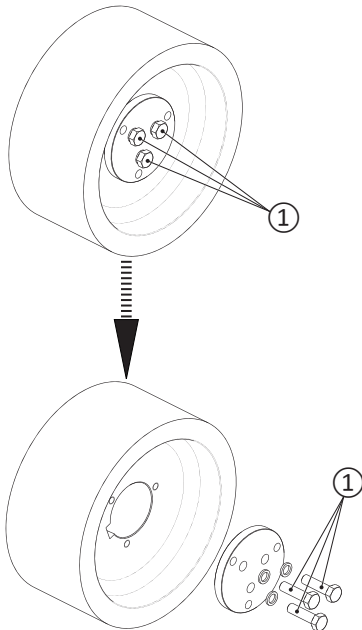
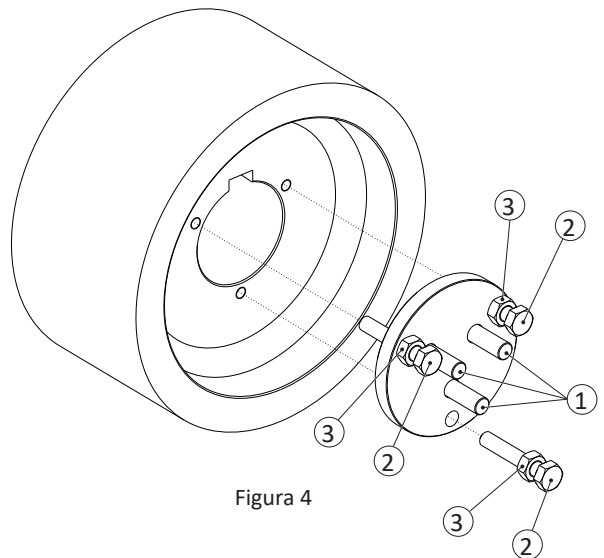

Figura 3
Figura 4
- Svitare le viti di fissaggio ① “Figura 3” e posizzarle come rappresentato in “Figura 4”.
- Avvitare i dadi ③ nelle viti ② e posizzarli come rappresentato in “Figura 4”.
- Avvitare per 15/20 mm le viti ② nei fori filettati presenti sulla puleggia.
- Procedere all’estrazione della puleggia serrando con sequenza circolare i dadi ③, mantenendo le viti ② fisse sulla puleggia.
- ① VITI M14x50
- ② VITI M12x60 (non presenti nella fornitura)
- ③ DADI M12 (non presenti nella fornitura)